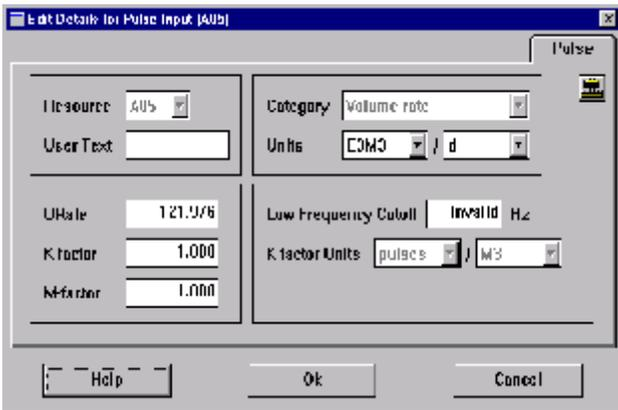

Figure 3 Edit source window/Fenêtre Edit source.
3. Double-click the pulse input cell under the *Source* column. The edit source window will appear (Figure 3)
3. Cliquer deux fois sur la case *pulse input* sous la colonne *Source*. La fenêtre de modification de la source apparaît. (Figure 3)